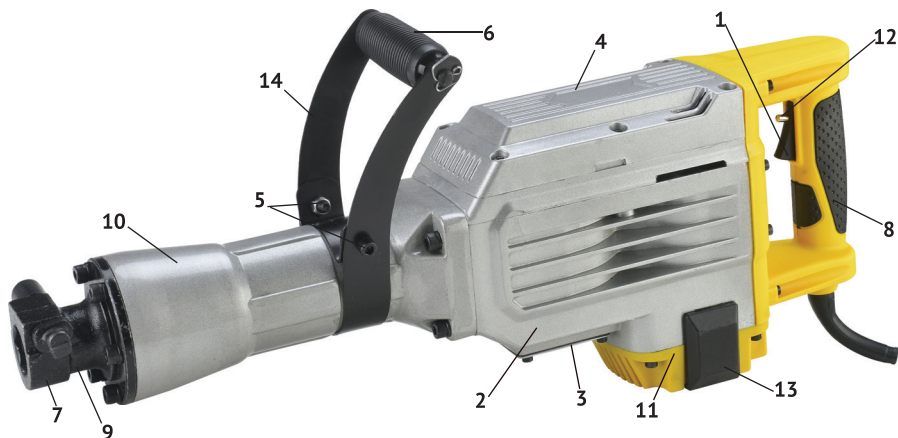

рис. 1
1.1.3 Основные узлы молотка (двигатель, редуктор и ударный механизм) расположены в металлическом корпусе (рис.1 поз.2) закрытом крышкой (рис.1 поз.4).
Крутящий момент с якоря электродвигателя, расположенного вертикально, через систему шестерён, передаётся на кривошипно-шатунный механизм. Кривошипно-шатунный механизм приводит в действие ударный узел молотка. В зависимости от вида выполняемой работы, в патрон вставляется необходимая насадка (пика, долото) с соответствующим хвостовиком. Дополнительная рукоятка (рис.1 поз.6) хомутом крепится на цилиндрической части корпуса цилиндра (рис.1 поз.10). Фиксируется рукоятка двумя винтами (рис.1 поз.5), в любом положении (от 0° до 360°), что удобно пользователю, как «правше», так и «левше».
1.1.4 Клавиша выключателя (рис.1 поз.1) расположена в передней части рукоятки (рис.1 поз.8), крепящейся к корпусу молотка (рис.1 поз.2). Во включённом положении клавиша фиксируется кнопкой (рис.1 поз.12)
Включение/отключение инструмента осуществляется нажатием/отпусанием клавиши выключателя. Для продолжительной работы молотка, клавиша выключателя фиксируется в положении «включено» кнопкой (рис.1 поз.12).
Снизу, на корпусе молотка расположено окно смазки редуктора, закрытое крышкой (рис.1 поз.3). Перед каждым использованием инструмента отвернуть крышку, проверить наличие смазки кривошипно-шатунного механизма, при необходимости добавить из ёмкости, входящей в комплект.
Общий вид молотка представлен на рис. 1
- ослабить винты фиксации (рис.1 поз.5) хомута (рис.1 поз.14) дополнительной рукоятки (рис.1 поз.6);
Для продолжительной работы клавиша выключателя фиксируется в положении «Включено» кнопкой (рис.1 поз.12). При повторном нажатии на клавишу, она и кнопка фиксации возвращаются в исходное положение «Выключено».
- демонтировать накладку щёткодержателя (рис.1 поз.13);